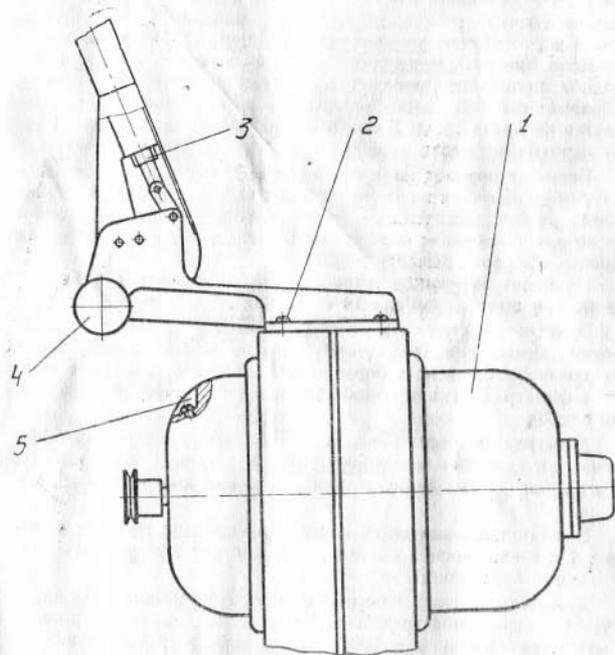
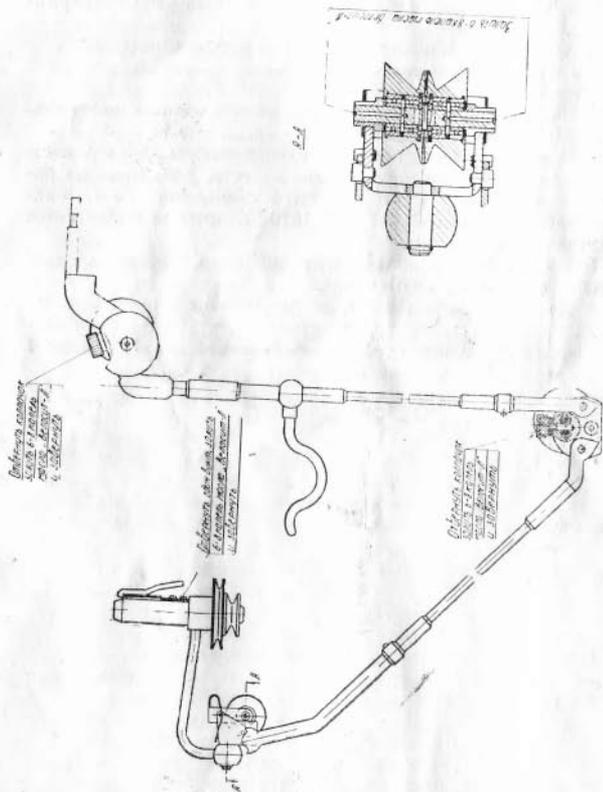

Рис. 2. Монтаж бормашины:
Рис. 4. Смазка жесткого рукава.
Стойка бормашины 7 удерживает жесткий рукав с наконечником в заданном положении. При невыполнении этого условия необходимо отвернуть крышку 6, снять ее и отрегулировать пружину регулировочной гайкой 3 (рис. 2).
4. Один раз в день необходимо производить смазку жесткого рукава согласно рис. 4, залив в места, указанные на рисунке, и в масленку 4 (рис. 2) стойки бормашины по 6—8 капель масла «Велосит-Л», ГОСТ 1840-51, которое прилагается в комплекте бормашины.
4. Уход за электродвигателем бормашины производить согласно паспорту на электродвигатель ЭК-8. Для заливки масла в масленку заднего щита необходимо снять колпак 1 (рис. 2).
1. Установить стойку бормашины с кронштейном и привернуть винтами 2 (рис. 2) к корпусу.